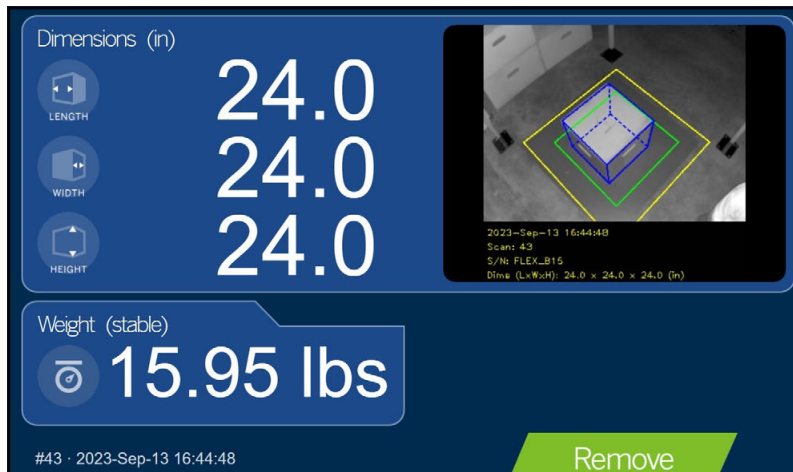

Figura 5-21. Display cliente
**NOTA:** la schermata del display mostrata in Figura 5-21 è di un'unità di dimensionamento diversa e viene utilizzata solo come riferimento.